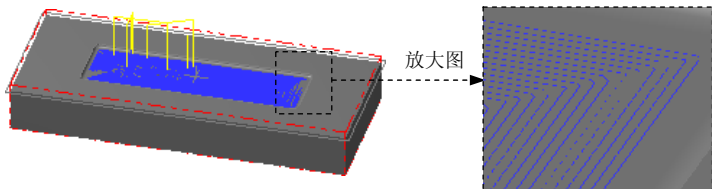

图 7.24 刀具路径
(1) 在“曲面精加工浅平面”对话框中的 **刀具路径参数** 选项卡的列表框中显示出 Step4 所选择的刀具，双击该刀具，系统弹出“定义刀具-机床群组-1”对话框。
(2) 设置刀具号码。在“定义刀具-机床群组-1”对话框中的 **刀具号码** 文本框中，将原有的数值改为 4。
(3) 设置刀具参数。单击“定义刀具-机床群组-1”对话框中的 **参数** 选项卡，在 **进给速率** 文本框中输入值 300.0，在 **下刀速率** 文本框中输入值 50.0，在 **提刀速率** 文本框中输入值 500.0，在 **主轴转速** 文本框中输入值 3000.0。
(4) 设置冷却方式。在 **参数** 选项卡中单击 **Coolant...** 按钮，系统弹出“Coolant...”对话框，在 **Flood**（切削液）下拉列表中选择 **On** 选项。单击该对话框中的 **✓** 按钮，关闭“Coolant...”对话框。
(5) 单击“定义刀具-机床群组-1”对话框中的 **✓** 按钮，完成刀具参数的设置。
Step7. 设置浅平面精加工参数。在“曲面精加工浅平面”对话框中单击 **浅平面精加工参数** 选项卡，在 **浅平面精加工参数** 选项卡的 **切削间距 (M)** 文本框中输入值 0.25，在 **倾斜角度** 文本框中输入 45，然后选中 **✓ 由内而外环切**、**✓ 切削顺序依照最短距离** 复选框；单击 **间隙设置 (G)...** 按钮，在系统弹出的“刀具路径的间隙设置”对话框的 **位移小于允许间隙时，不提刀** 下拉列表中选择 **沿着曲面 (s)** 选项，然后选中 **✓ 切削顺序最佳化** 复选框，单击 **✓** 按钮。
Step8. 单击“曲面精加工浅平面”对话框中的 **✓** 按钮，同时在图形区生成图 7.24 所示的刀具路径。